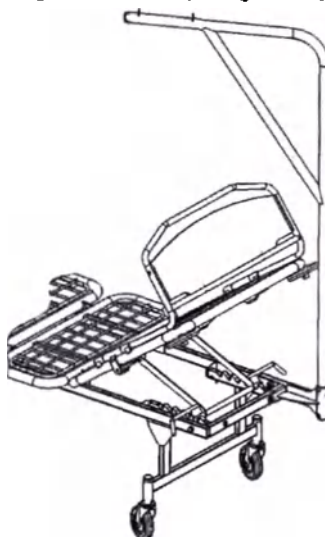

Рисунок 8 – Установка рамы для подтягивания
- Установить раму для подтягивания в кронштейн (см. рис. 8).